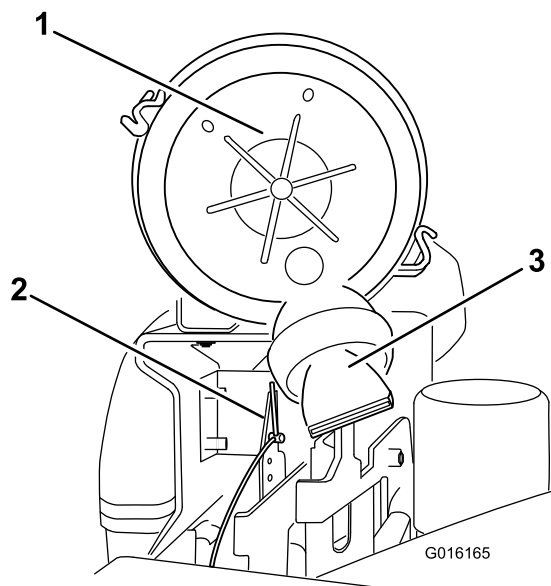

Figure 50
- Placez le couvercle du filtre à air de sorte que le reniflard ne gêne pas le mécanisme d'accélérateur (Figure 50).